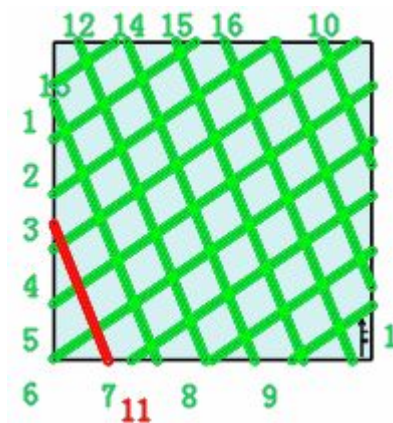

图 3
3. 如下图 3，用同样的方法，框选要排列的缝制线，并指定另一组平行线中的一条，在弹出的【自动排列缝顺序】对话框，选择合适的选项，输入相应的序号，确定后下图 4 所示。；